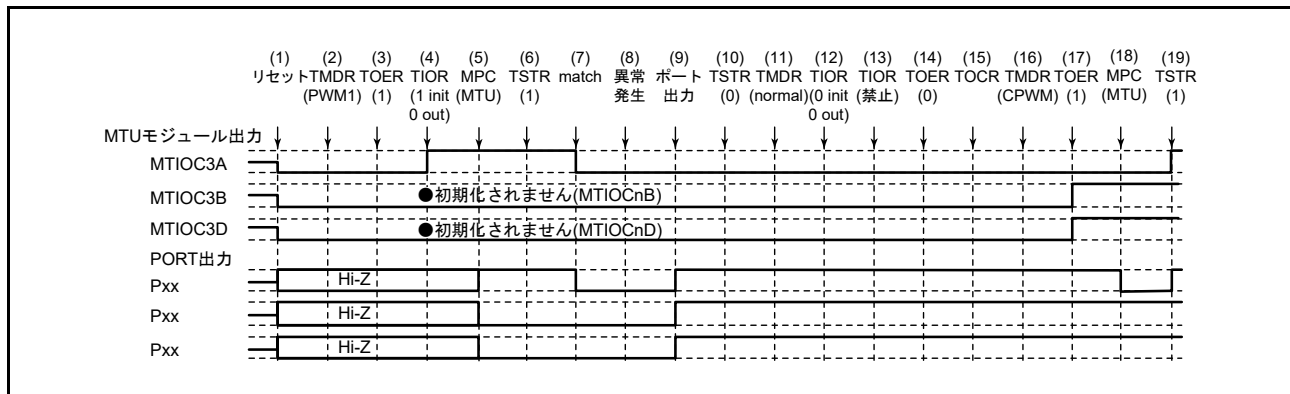

図 24.164 PWM モード 1 で異常が発生し、相補 PWM モードで復帰する場合
PWM モード 1 で異常が発生し、再設定後相補 PWM モードで再スタートする場合の説明図を図 24.164 に示します。
(1) ~ (14) は図 24.164 と共通です。
(15) TOCR1A、TOCR2A (TOCR1B, TOCR2B) レジスタでリセット同期 PWM の出力レベルと周期出力の許可 / 禁止を選択してください。
(16) リセット同期 PWM を設定します。
(17) TOERA (TOERB) レジスタで MTU3、MTU4 (MTU6, MTU7) の出力を許可してください。
(18) MPC と I/O ポートのポートモードレジスタ (PMR) で MTU 出力としてください。
(19) TSTRA (TSTRB) レジスタで再スタートします。